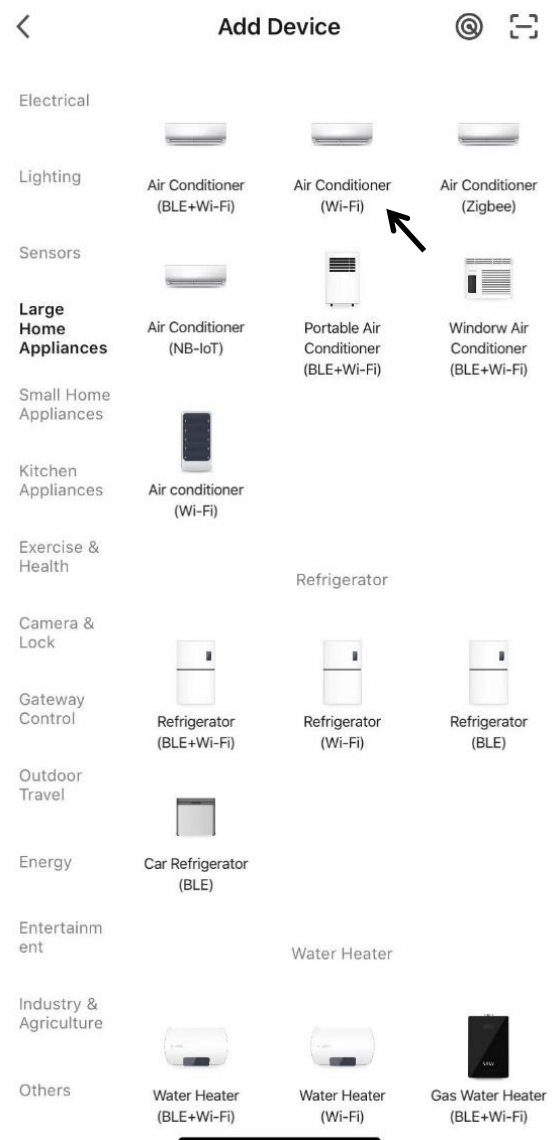

Fig.2
- Draai beide slangaansluitstukken vast op de hete luchtuitlaatslang. **(Fig.2)**
3. Zoek "Large Home Appliances" en tik op het pictogram "Air Conditioner (Wi-Fi)". (Fig.2)